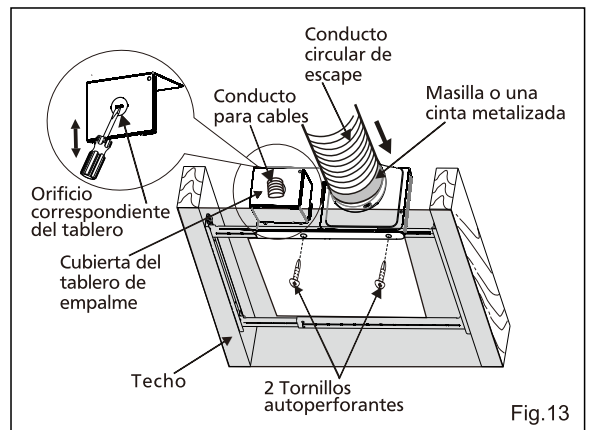

Fig.13
3. Instale el adaptador en el soporte Flex-Z Fast™ usando dos tornillos auto perforantes. (Fig.13)